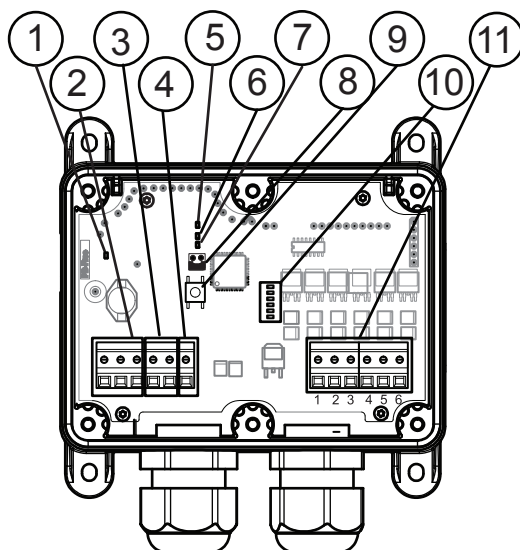
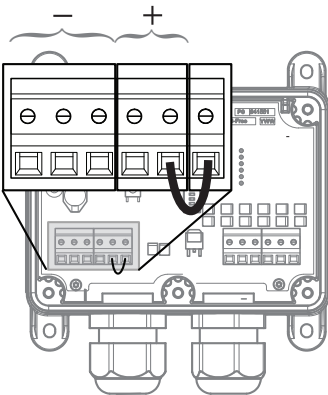

Figure 1. Indication, connexion et cavalier du Sesam 800 RXM modèle
Figure 3. Configuration de l'alimentation interne de la puissance de sortie
Le modèle Sesam 800 RX a des indicateurs LED qui affichent les informations du système (voir la Figure 1 pour les positions des LEDs).
Connecter 12-24 V DC (+) à la position 3 et la terre ( - ) jusqu'à la position 2 (voir ③ et ② à la Figure 1).
(voir ① Figure 1) et l'équipement au sol en position 2 (voir ② Figure 1). Si les sorties doivent être alimentées par la même alimentation 12-24 V DC que le récepteur, placez un cavalier entre l'entrée de puissance de sortie (SW) et positive (+) 12-24 V DC à l'aide d'un 2câble de 0,75 mm (voir Figure 3).
**Prudence.** Toutes les sorties doivent être désactivées avant la configuration en déconnectant la borne d'entrée de sortie (SW) (voir Figure 3).
2. Débranchez la borne d'entrée d'alimentation de sortie, voir Figure 3.